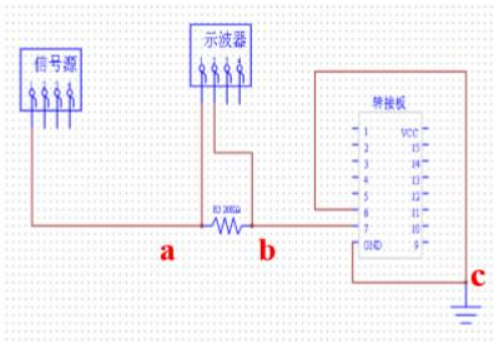

图 1-22 晶体管输入特性测试电路图 1
输入输出信号截图（以图 1-22 中的 C 为参考点，用示波器测量 a 点和 b 点电位的波形（测量界面截图保存））
1. 使用三极管 9013（集成在转接板上，管脚参照图 1-12），在 ELF-BOX3 实验台的画布区域自主搭建该电路如图 1-22 所示，搭建好后点击下发，下发成功后双击示波器查看测试结果。
3. 用示波器测量图 1-22 中 a、b 节点电位，将测量结果记入表 1-2 中（此实验的所有测算的实验数据精确到小数点后三位）。